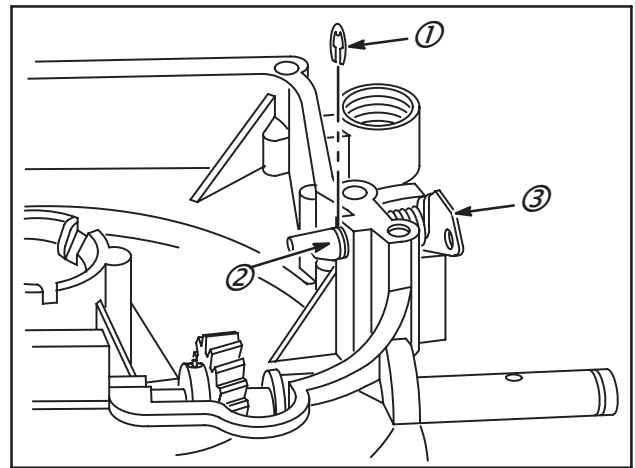

Fig. 60
1. Déposer le circlip en "E" (1) de la gorge de l'axe (2), Fig. 60.
2. Sortir le levier de commande et l'arbre (3) lentement, jusqu'à ce que le levier soit dégagé du brossage sur le carter inférieur.